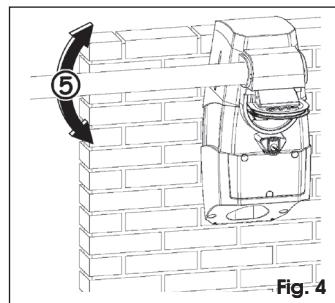

Fig. 4
4. Mueva manualmente la barra, Fig. 4.